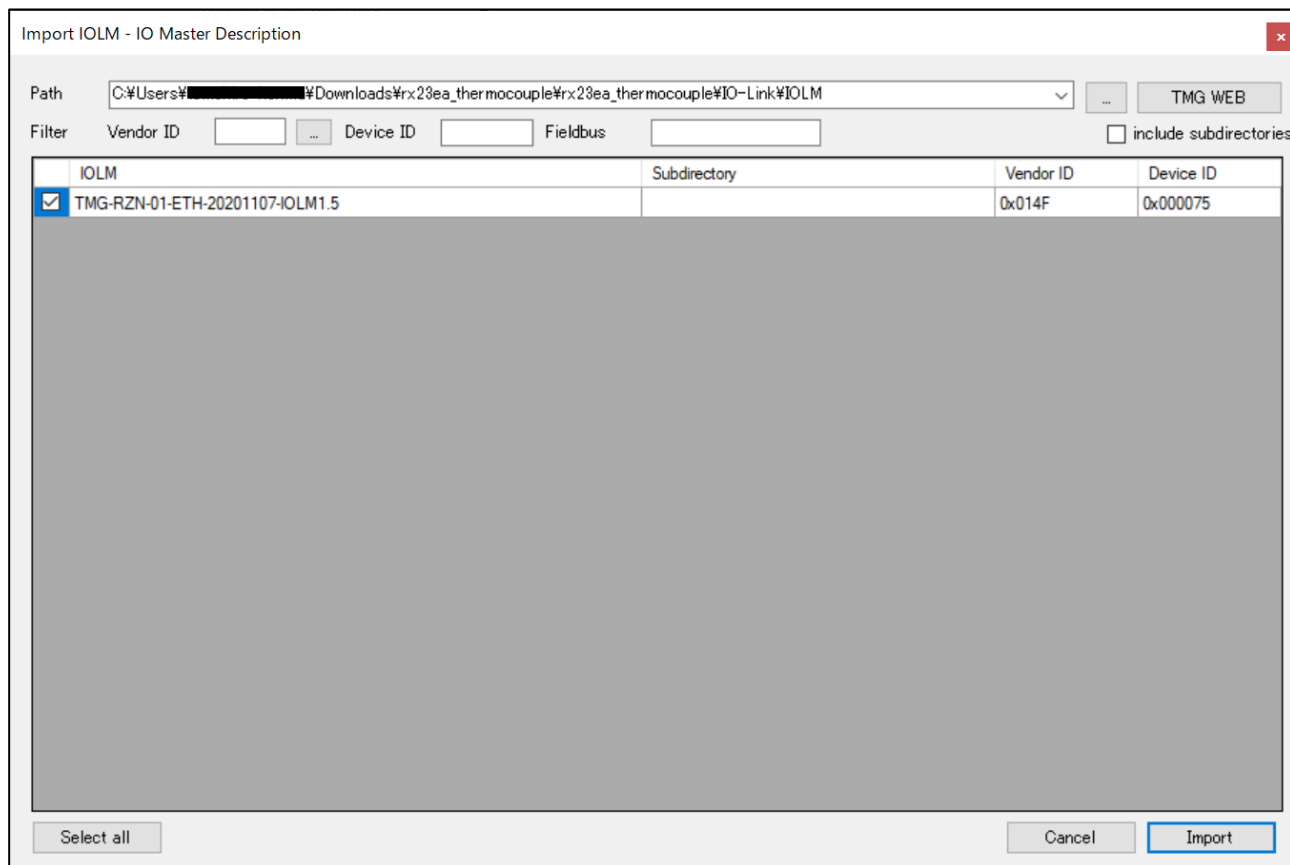

図 5-4 IO-Link Device Tool V5.1 – PE (IOLM ファイルのロード)
2. パスを入力するか、IOLM の zip ファイルがあるフォルダを選択します。RZ/N1S-IO-LINK-M ボードの IOLM ファイルは、ダウンロードしたサンプルプロジェクトファイル内の「IOLM」フォルダにあります。図 5-4 のように、IOLM ファイルは自動検出されます。